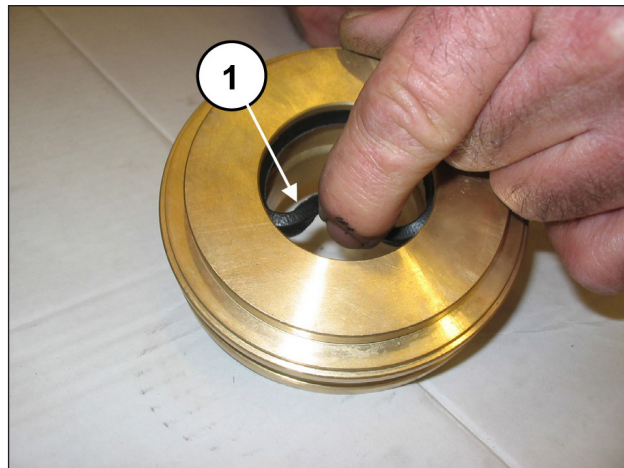

Fig. 124
Inserire la guarnizione di bassa pressione nel supporto guarnizione (pos. ①, Fig. 124) facendo attenzione al senso di montaggio che prevede il labbro di tenuta in avanti (verso la testata).